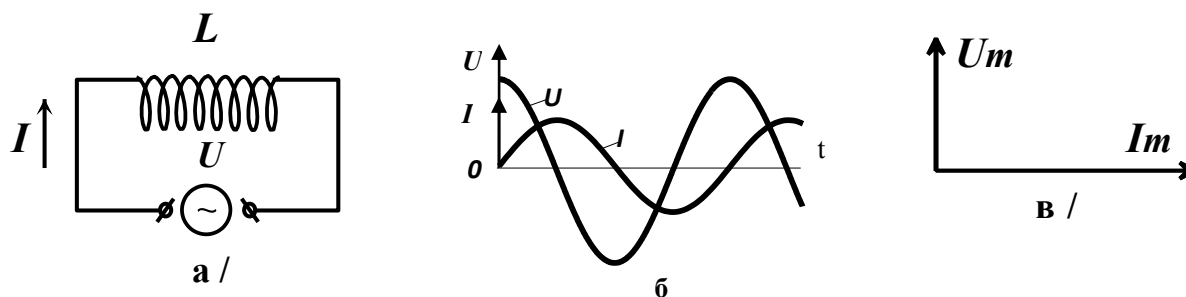

Рис. 3
Подадим переменное напряжение (1) на катушку индуктивности с пренебрежимо малыми сопротивлением и емкостью, как показано на рис. 3а.
На рис. 3б показана зависимость мгновенных значений напряжения и тока в цепи, содержащей индуктивность, от времени. Из рисунка и из сравнения соотношений (1) и (10) видно, что ток, текущий через индуктивность, отстает по фазе от напряжения на индуктивности на  $\pi/2$ . Так как на векторной диаграмме изменение во времени представляется вращением вектора против движения часовой стрелки, то отставание тока от напряжения на  $\pi/2$  соответствует повороту вектора тока от вектора напряжения на угол  $\pi/2$  по часовой стрелке. Если вектор тока направить горизонтально, то векторная диаграмма цепи, содержащей индуктивность, примет вид, представленный на рис. 3в.